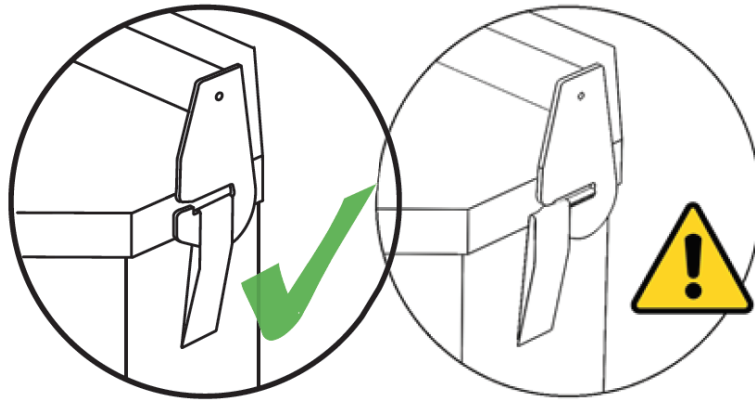
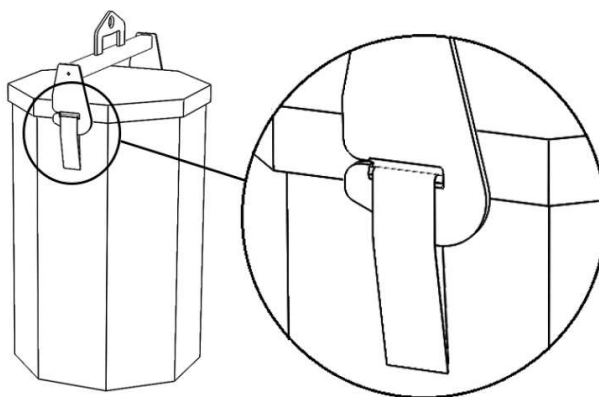

Fig. 1
Fig. 2
- (2) Este interzisă ridicarea ambalajelor ESAB MARATHON PAC™ deteriorate sau umede.
- (3) Atelajul de ridicare poate fi utilizat numai pentru ridicarea ESAB MARATHON PAC™, tip MP93 și MP95, cu o limită maximă de sarcină de lucru de 320 kg.
4. Atelajul de ridicare se montează conform fig. 2
5. Asigura-te ca centurile de ridicare de pe ambele parti sunt complet prinse si rămân prinse în carlige în timp ce ridică ESAB MARATHON PAC™. Vezi Fig. 2 pentru utilizarea corectă și Fig. 1 pentru utilizarea incorectă.
- (6) Operațiunea de ridicare trebuie efectuată în conformitate cu modul de utilizare aprobat.